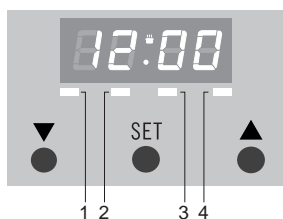

Abb. 5
Nach Anschluss des Gerätes oder nachdem die Stromzufuhr unterbrochen war, erscheint '12.00' im Display. LED 4 blinkt (siehe Abb. 5). Die Tageszeit kann eingestellt werden.
- Drücken Sie auf 'SET', bis LED 1 blinkt (siehe Abb. 5).
- Drücken Sie ▼ oder die Taste ▲, bis die richtige Kurzzeitweckerzeit erreicht ist. Die eingestellte Zeit bleibt im Display sichtbar. LED 1 brennt kontinuierlich (siehe Abb. 5).
- Drücken Sie 'SET', bis LED 2 blinkt (siehe Abb. 5).
- Drücken Sie 'SET', bis das LED 3 blinkt (siehe Abb. 5).
LEDs 2 und 3 brennen kontinuierlich (siehe Abb. 5). Die Tageszeit wird angezeigt. Im Backofen ertönt ein Signal, wenn die eingestellte Zeit erreicht ist. Er schaltet sich automatisch aus. Drücken Sie ▼ oder die Taste ▲, um das Signal auszuschalten.